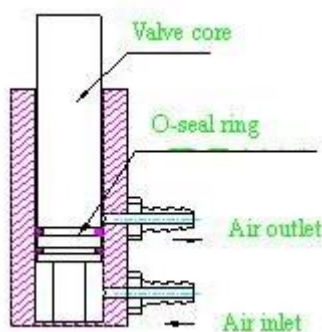

Figure 9 Hanging valve
(1) Opriți fluxul de aer comprimat;
(2) Deșurubați șurubul și scoateți valva; scoateți-i pistonul pentru a vedea garnitura (vezi Fig. 9)